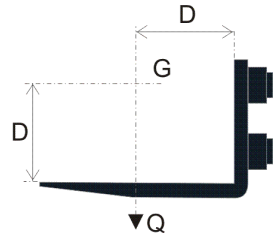

Bild 15
HINWEIS: Wenn Sie Säcke mit einem bekannten Gewicht (Q) beladen, müssen Sie darauf achten, dass sie gleichmäßig verteilt sind und dass sich das Lastzentrum (D) in einer Entfernung von 500 mm zur Vorderseite des Gabelzinkenschafts befindet (Abb. 15).